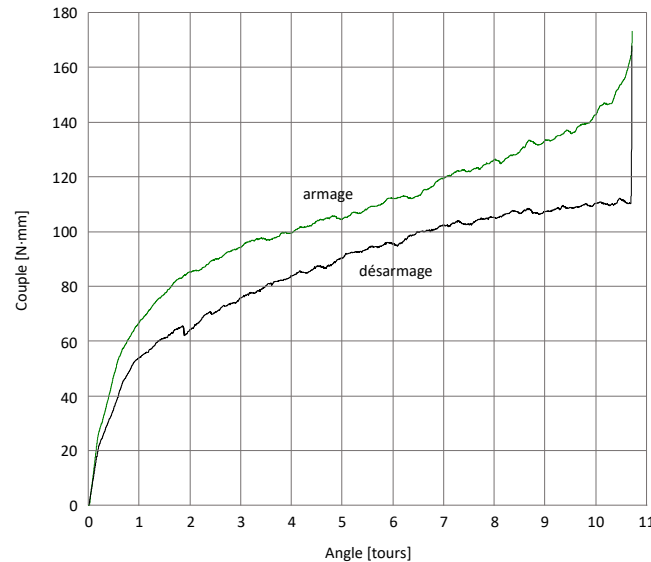

Fig. 3 : Couple d'armage et de désarmage du barillet en $[N \cdot mm]$ en fonction du nombre de [tours].
1. ★ Barillet imposé : diamètre extérieur 30.9 mm ; hauteur 9 mm ; nombre dents $z_b = 80$; module 0.41 mm/dent ; couple de désarmage selon Fig.3 ;
4. Déterminer graphiquement (Fig. 3) le couple C_{max} que délivre le barillet après avoir été armé à son maximum ;
10. Déterminer graphiquement (Fig. 3) le nombre de tours N qu'effectue le barillet entre son niveau d'armage maximum et son niveau d'armage correspondant à C_{min} ;